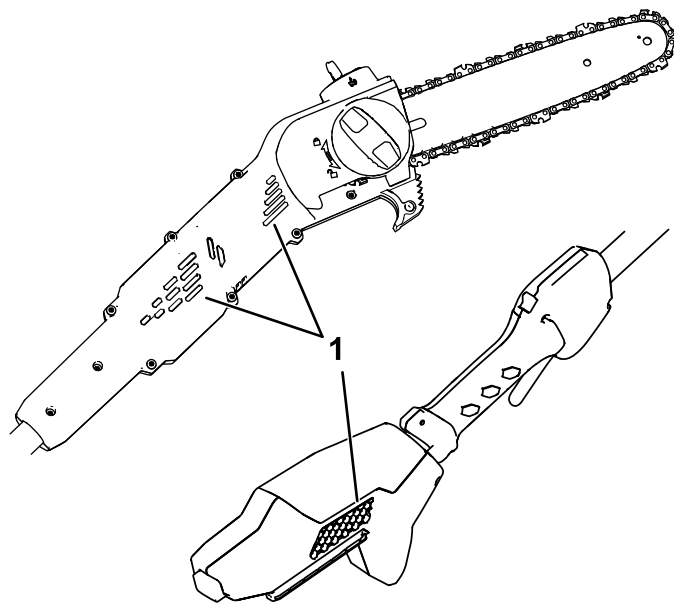

Figura 8
1. Compruebe que los orificios de ventilación de la sierra de pértiga están libres de polvo y residuos (Figura 8).